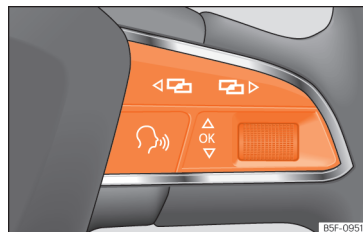

Abb. 81 Multifunktionslenkrad: Tasten zum Bedienen der Menüs im Kombiinstrument.
Solange eine Warnung der Priorität 1 vorliegt, »» Seite 82, kann auf kein Menü zugegriffen werden. Einige Warnmeldungen können bestätigt und ausgeblendet werden über die Taste **OK** am Multifunktionslenkrad »» **Abb. 81**.
- Falls eine Meldung oder das Fahrzeug-Piktogramm angezeigt wird, drücken Sie die Taste **OK** »» **Abb. 81**; ggf. mehrere Male.
- Zum Menüwechsel verwenden Sie die Tasten **◀** oder **▶** »» **Abb. 81**.
- Um das Menü oder die Informationsanzeige aufzurufen, die angezeigt wird, drücken Sie die Taste **OK** » Abb. 81 oder warten Sie einige Sekunden lang bis das Menü oder die Informationsanzeige automatisch geöffnet werden.
- Im angezeigten Menü, drehen Sie das rechte Rädchen am Multifunktionslenkrad » Abb. 81 bis der gewünschte Menüpunkt markiert ist. Der Menüpunkt wird umrahmt dargestellt.
- Drücken Sie die Taste **OK** » Abb. 81, um die gewünschten Änderungen vorzunehmen. Eine Markierung zeigt an, dass die entsprechende Funktion bzw. das System aktiviert sind.
- Drücken Sie die Taste **←** oder **→** » Abb. 81.